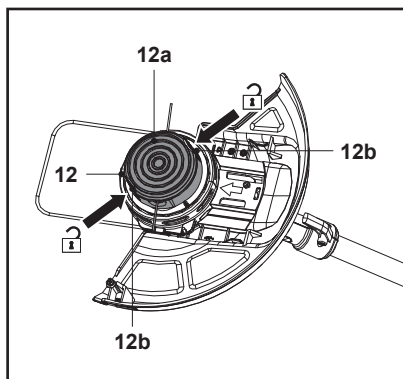

Fig. 24
2. Maintenir la tête de coupe-bordures (12) fermement d'une main. Appuyer sur les loquets de déverrouillage (12b) des deux côtés, puis soulever le cache (12a) et le retirer (Fig. 24).